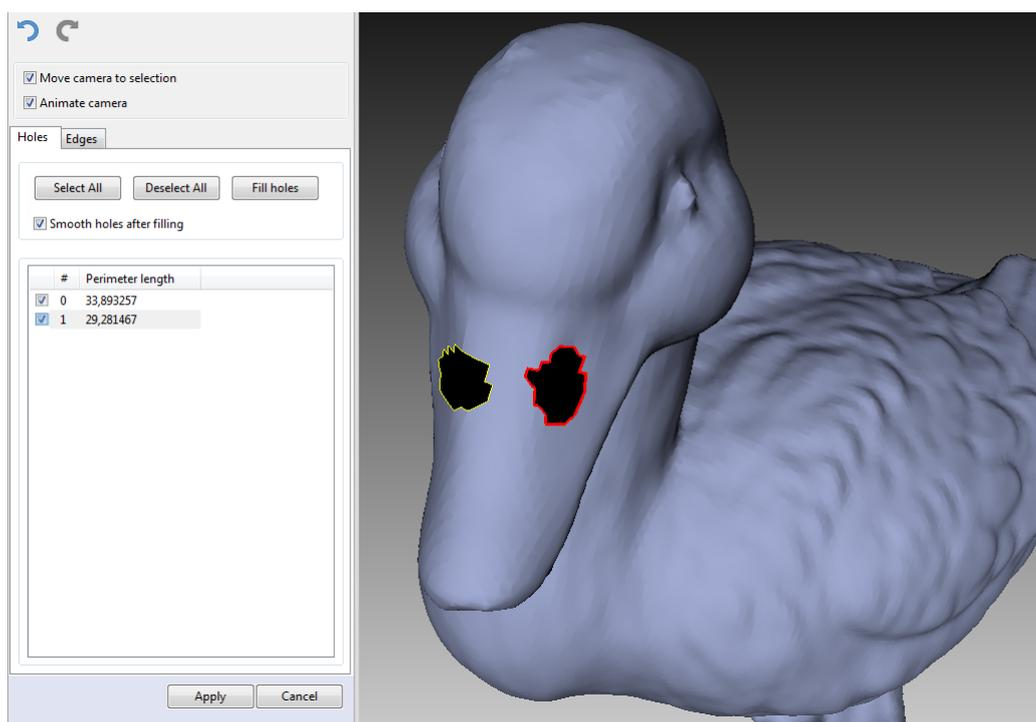

Рис. 9.32: Две дырки отмечены для исправления
- Установить флажок рядом с каждой границей, которую вы хотите исправить. Эти границы будут подсвечены красным цветом в окне *3D вида* (Рис. 9.32).